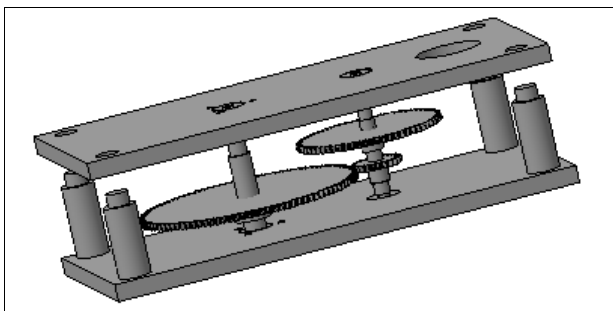

Рис. 21.23. Установка Сборки 3
- ◆ установите Сборку 3 над Сборкой 5, как на рис. 21.23;